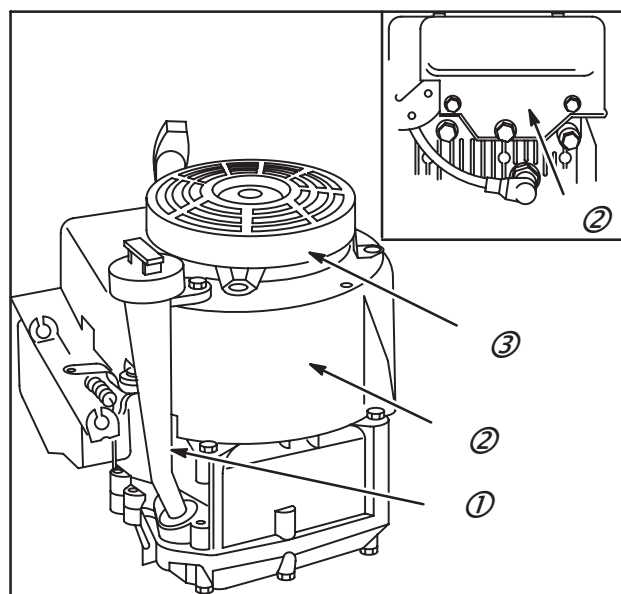

Fig. 41
1. Déposer le câble H.T. de bougie, le protège-doigts et le réservoir d'essence, Fig. 41.
2. Déposer la jauge, le tube de remplissage d'huile (1), le carter de ventilation (2) et le lanceur (3).